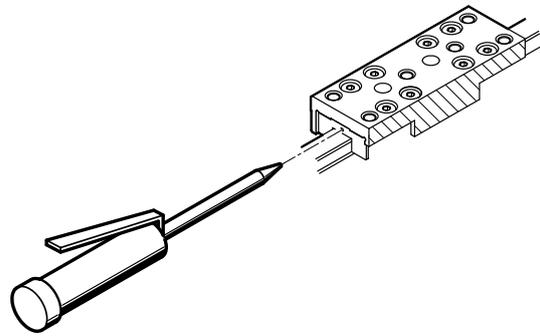

Fig. 13 Смазывание консистентной смазкой направляющей качения
- Смажьте направляющую качения с обеих сторон через все отверстия для смазывания (смазочные отверстия) → Fig.13.